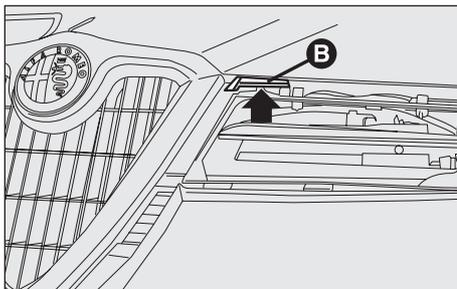

fig. 149
– Premere verso l'alto la levetta (**B**-fig. 149) del dispositivo di sicurezza.